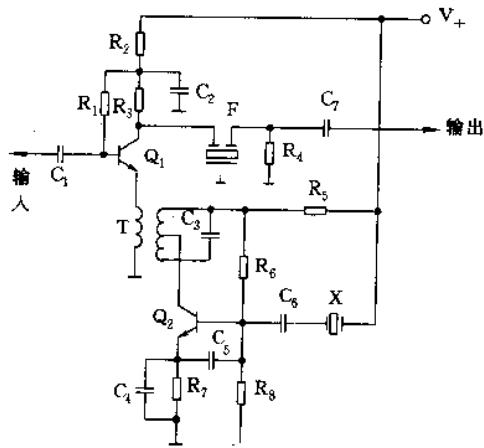

图 2-56
(2) 发射极注入式混频电路如图 2-56 所示,其特点如下:混频电路中信号与本振电路影响小,振荡波形好,工作稳定,但不易起振。